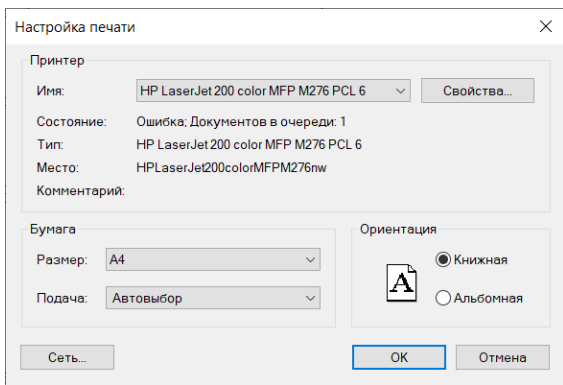

Рисунок 427 – Окно Настройки печати
Поле страниц печати (1) – В данном поле отображаются листы документов, которые будут напечатаны (чертежи, модели, спецификации и т. д.). В поле присутствуют фантомные границы листов, размеры которых задаются в окне Настройка плоттера/принтера (Рисунок 427).
Настройка плоттера/принтера (Рисунок 427) – команда позволяет указать имя устройства вывода, задать размер и ориентацию страниц.